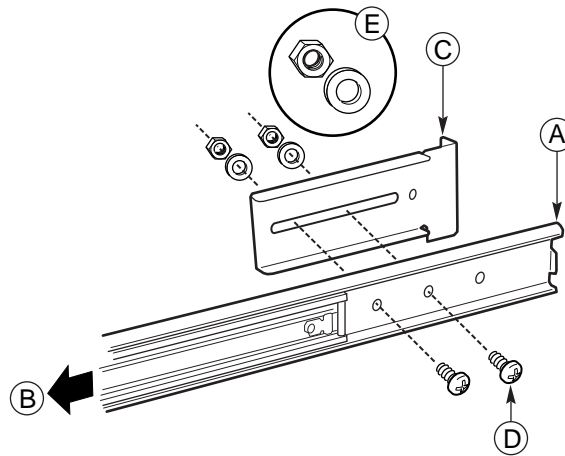

図7 ネジ、座金、ナット、ブラケット、スライドアセンブリの正しい合わせ方 (FR/RL)
2. 外メンバの背面側にネジを取り付けられるように、外メンバから中メンバを引き出します。図7のBに示されている方向に中メンバを引き出してください。スライドアセンブリの右側に、外メンバのネジ穴が3つ見えるはずですが。
5. 前面側の2つの穴に外メンバの内側からネジを通し、座金とロックナットを使用してゆるく締めます。図7のように、ネジ、座金、ロックナット、ブラケット、スライドアセンブリを正しく合わせてください。